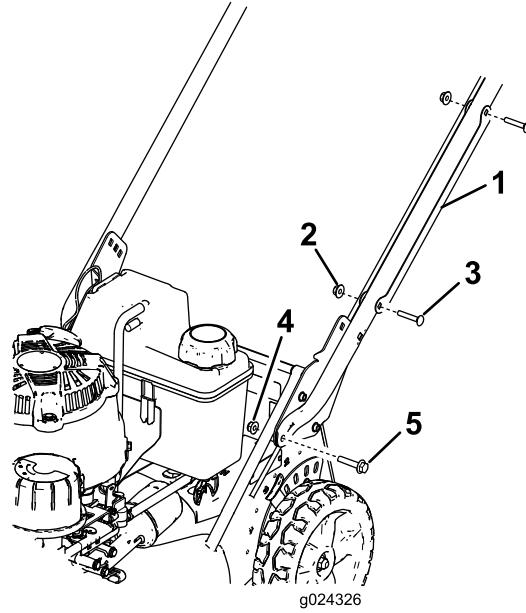

Figura 3
1. Retire los 2 pernos de cuello cuadrado y las 2 arandelas que sujetan el protector de cable al manillar, y retire el protector del cable del manillar (Figura 3).
- Instale los extremos del manillar en la carcasa de la máquina con 2 pernos de cabeza hexagonal con arandela prensada (5/16 x 1-1/2 pulgada) y 2 tuercas con arandela prensada (5/16 pulgada), según se muestra en Figura 3.
1. Perno de cuello cuadrado – 5/16 x 1-1/2 pulgadas (2)
2. Soporte del manillar (2)
3. Tuerca con arandela prensada – 5/16 pulgada (2)
6. Posicione el protector de cable en el manillar con los cables dentro del protector, y sujetelo al manillar con los 2 pernos de cuello cuadrado y las 2 contratuerzas que retiró anteriormente (Figura 3).